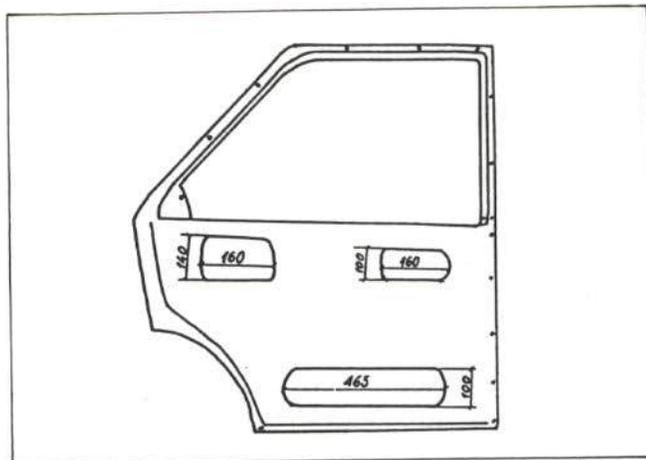

Fig. 22.—Accesibilidad de la puerta trasera.
La accesibilidad de la puerta trasera es similar a la delantera (véase fig. 22), y los elementos a desmontar son los mismos, con las diferencias siguientes:
- La unión entre el panel y armazón se realizará mediante quince puntos de soldadura (véase fig. 22).